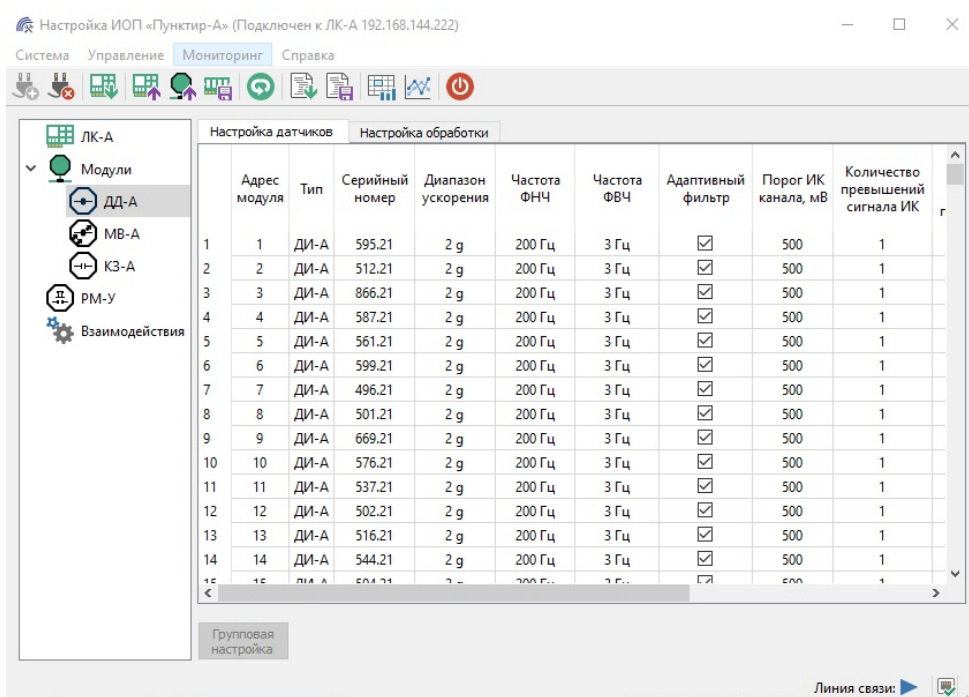

Рисунок 11. Окно ПН "Пунктир-А" раздел «Модули->ДД-А» вкладка «Настройка датчиков»
5.6.5 Установка параметров осуществляется в окне ПН "Пунктир-А" во вкладке «Настройка датчиков» (рисунок 11), которая отобразится при выборе пункта ДД-А в дереве устройств.